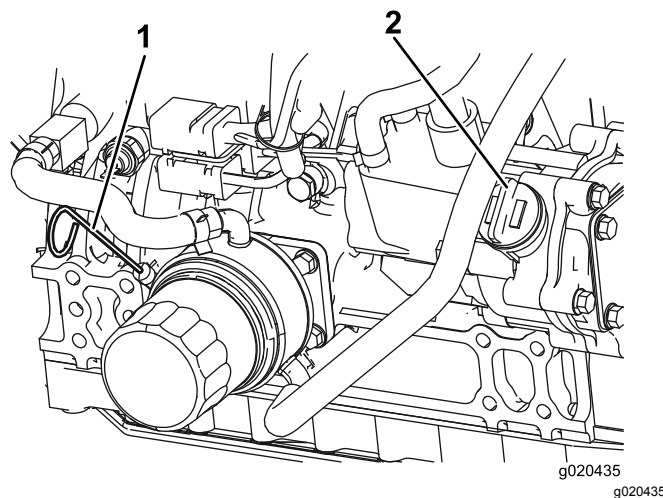

Figura 55
3. Retire la varilla, límpiela, vuelva a colocarla en el tubo y retírela de nuevo. El nivel de aceite debe estar entre las marcas "Lleno" y "añadir" (Figura 55).
4. Si el nivel de aceite es bajo, retire el tapón de llenado (Figura 55) y añada suficiente aceite para que llegue entre las marcas "Lleno" y "añadir". **No llene demasiado.**